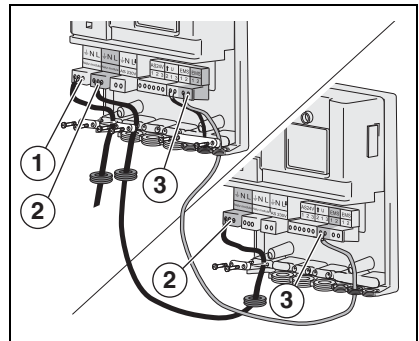

Fig. 4 Conectar dos módulos, realizar la conexión a red
Es posible conectar diferentes módulos (p.ej. EM10 y VM10) entre sí. Para la conexión de dos o más módulos siempre es posible puentea la conexión de red (→ fig. 4, [2]) y la conexión EMS (→ fig. 4, [3]).
- Conecte el controlador de temperatura Logamatic RC a la conexión EMS (→ fig. 4, [3]).
- Empalme la conexión a red de 230 VAC (→ fig. 2, [1] y fig. 4, [1]).